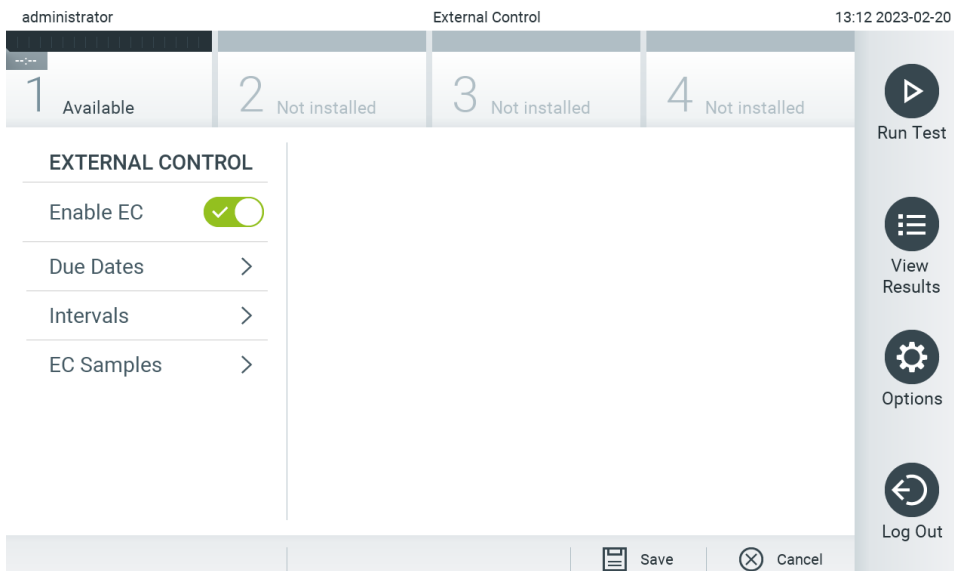

Figura 75. Ecranul External Control (Substanță de control externă).
Utilizatorii cu dreptul de a șterge lucrările de imprimare pot șterge toate lucrările de imprimare pentru a goli lista de așteptare. Această acțiune va împiedica imprimarea tuturor rapoartelor în așteptare. În acest scop, apăsați butonul **Delete All** (Ștergere totală) din partea de jos a paginii (Figura 75).
- Apăsați butonul de comutare **Enable EC** (Activare EC) pentru activarea caracteristicii (Figura 75).